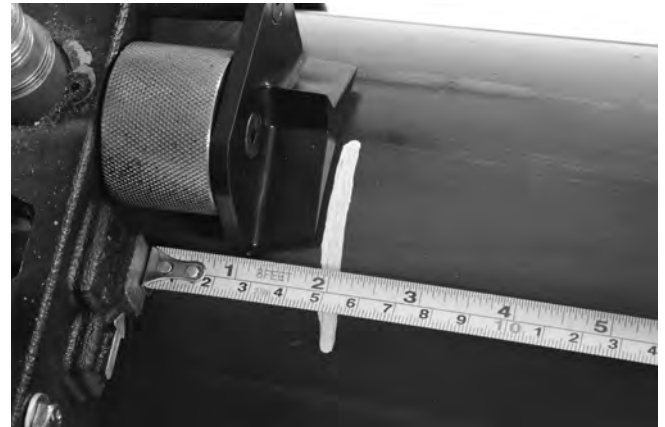

Figura 10 – Alineamiento del sitio de corte
- Coloque la platina de alineamiento a 2 pulgadas (50 mm) del lugar donde desea cortar. *Vea la Figura 10.* El corte debe estar a una distancia del extremo del tubo igual a por lo menos una pulgada (25 mm). Esto impide que la porción cortada se atasque dentro de la caperuza y dañe la cuchilla. No use la sierra para alisar el extremo del tubo.